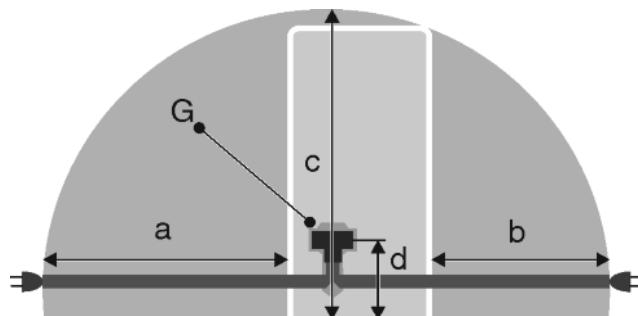

Fig. 31
- Zásuvka leží mimo oblast zadní stěny spotřebiče v dané oblasti Fig. 31 (a, b, c).
- Zástrčku spotřebiče Fig. 31 (G) zastrčte na zadní straně spotřebiče. Dávejte pozor na správné zaklesnutí.